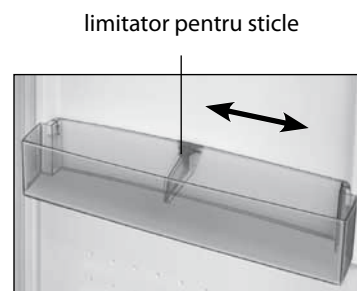

Figura 7
3.5 Limitatorul pentru sticle previne inclinarea acestora la deschiderea si inchiderea usii. Limitatorul pentru sticle se poate deplasa de-a lungul peretelui vasului în conformitate cu figura 7.